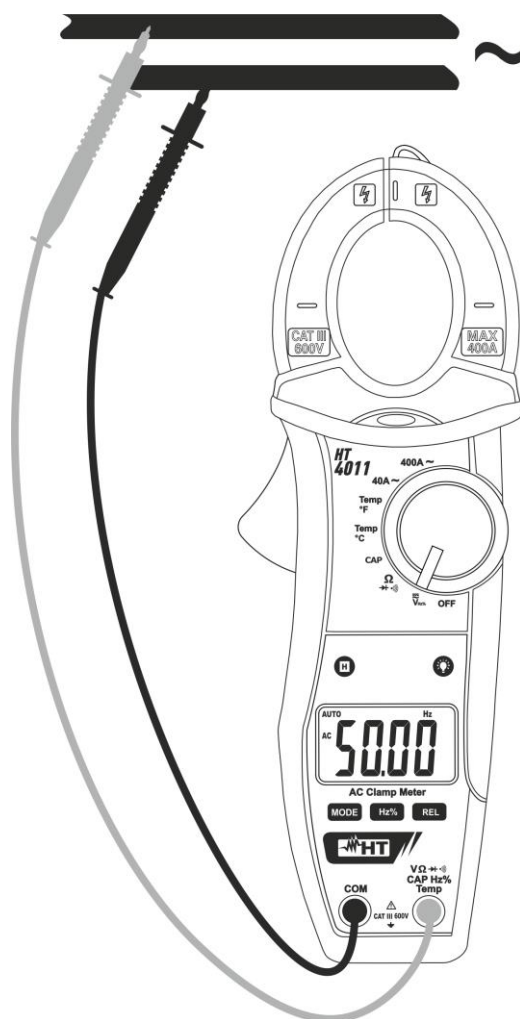

Fig. 5: Uso da pinça para medições de Frequências e Ciclos de Trabalho (Duty Cycle)
4. Colocar as ponteiros nos pontos pretendidos do circuito em exame (ver Fig. 5). O valor da frequência (Hz) ou do Ciclo de Trabalho (Duty Cycle) (%) é apresentado no display.